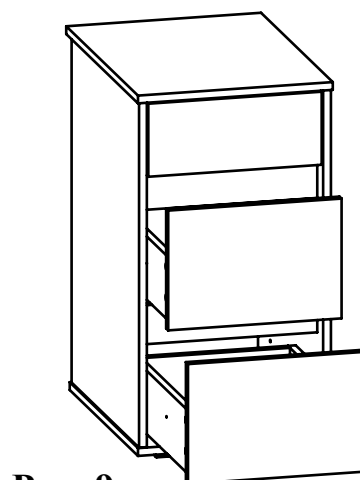

Рис. 9
10. Установите ящики в корпус тумбы (Рис. 9).